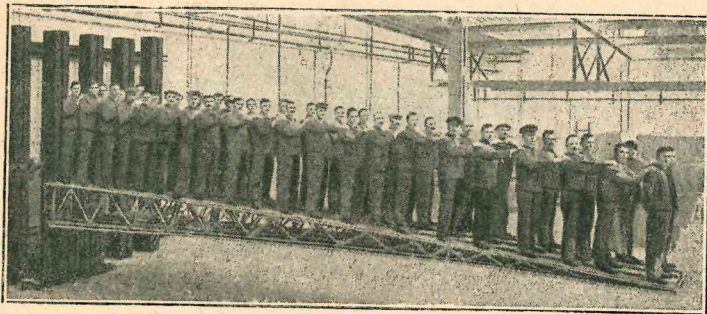

Рис. 9. Испытание металлической фермы крыла самолета Юнкерс нагрузкой 42 человека.
- 1) Совершенно свободно-несущее крыло с наружной обшивкой из волнистой жести, прикрепленной к лонжеронам внутренней несущей фермы, как у самолета Юнкерс (Рис. 9)\*.